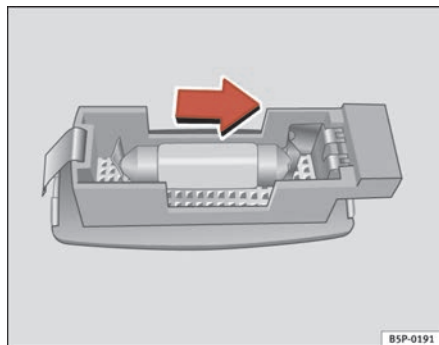

Fig. 179 Desmontaje luz del parabol
- Retire la luz con cuidado, utilizando el destornillador por su parte plana, tal como indica la figura. ⇒ fig. 179.
- Retire la lámpara, moviéndola en el sentido de la flecha y hacia afuera. ⇒ fig. 179